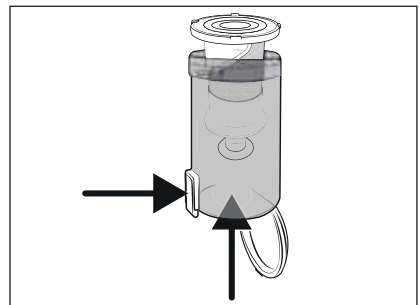

Fig. 18
- 3) Retirez le filtre en acier inoxydable **5** du bac à poussière **6**, en appuyant sur la touche de déverrouillage du couvercle du bac à poussière **7**. Glissez alors le filtre en acier inoxydable **5** hors du bac à poussière **6**, par le bas (voir fig. 18).